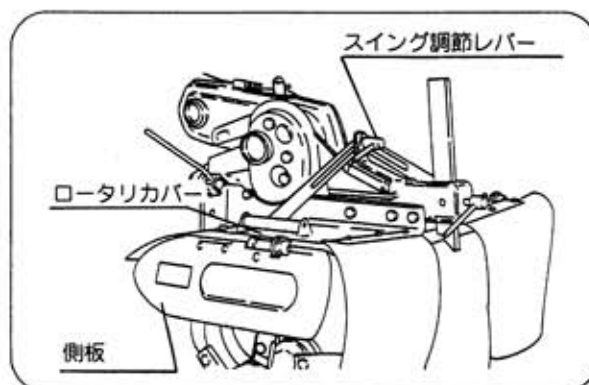

図25
- ① スイング調節レバーをゆるめて調節します。(図25)
- ① 側板の開閉は菊座方式となっていますので工具類は不要です。手で開閉します。(図25)